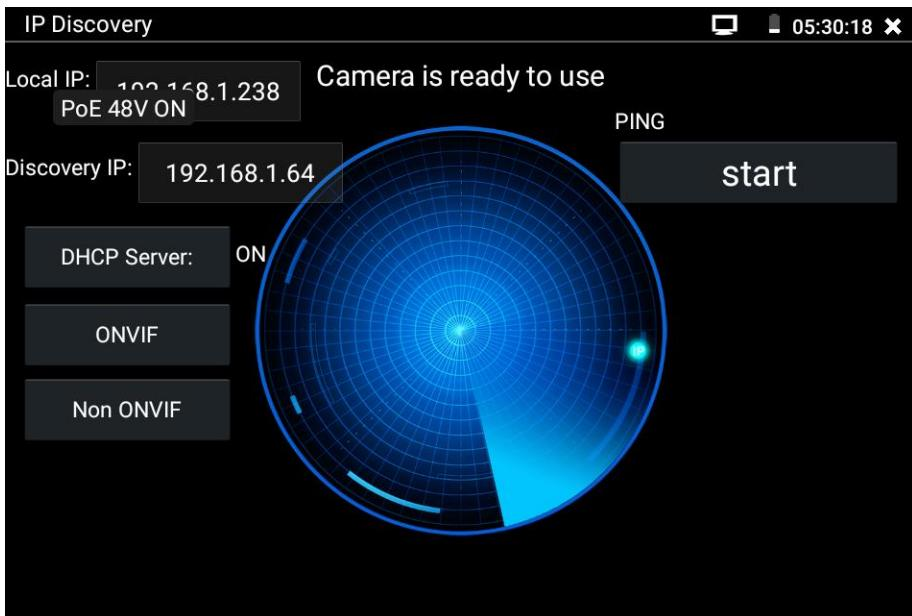

Рис.12 Приложение IP-Discovery
- Самый быстрый и эффективный способ – с помощью приложения IP-Discovery (рис.12), которое находится в папке «IP Camera Test» на рабочем столе тестера.